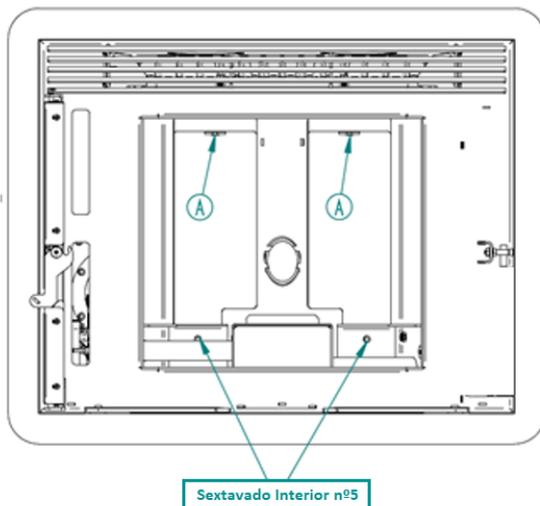

Figure 46 – Démontage des plaques arrière.
- Une fois que les plaques libérées en bas, il est possible d'enlever les plaques en poussant la plaque vers le haut, au point A décrit précédemment dans la figure 46